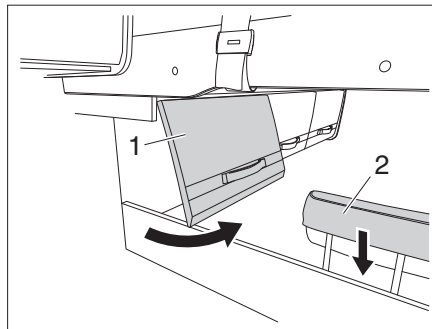

Fig. 154 Sportello del vano di stivaggio e poggiatesta
- Aprire lo sportello del vano di stivaggio (Fig. 154,1).
- Abbassare il poggiatesta (Fig. 154,2).